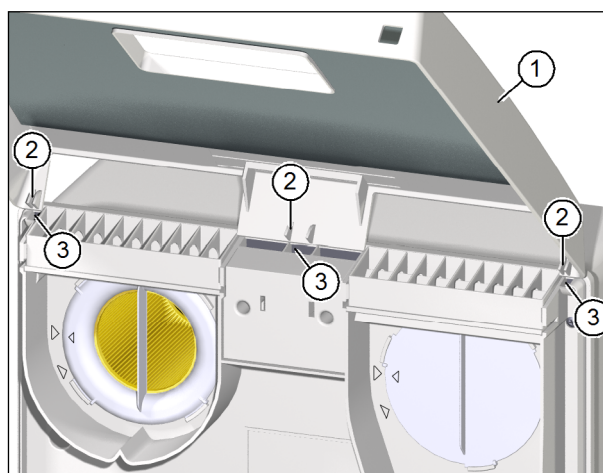

Fig. 16: Poser le couvercle sur l'appareil d'aération
- ▶ Saisissez des deux mains le couvercle (pos. 1 dans Fig. 16) de l'appareil d'aération et inclinez le bord supérieur du couvercle dans la direction de l'appareil d'aération.
- ▶ Introduisez les ergots (pos. 2 dans Fig. 16) du couvercle dans les ouvertures (pos. 3 dans Fig. 16) sur la face supérieure de l'appareil d'aération.